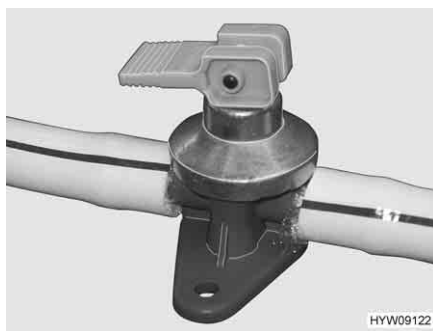
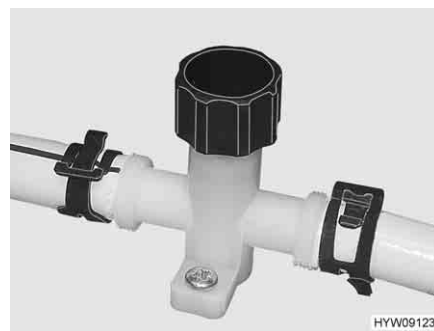

Fig. 206 Rubinetto di scarico (boiler Alde)
Fig. 207 Rubinetto di scarico (tubatura dell'acqua)
- Chiudere i rubinetti di scarico (Fig. 206 e Fig. 207). Chiudere i coperchi in senso orario oppure posizionare la leva a bilanciere in posizione orizzontale. L'ubicazione delle valvole di sicurezza/di scarico e dei rubinetti di scarico è riportata al paragrafo 10.6, alla fine di questo capitolo.
- Aprire i rubinetti di scarico (Fig. 206 e Fig. 207). A questo scopo, ruotare il coperchio in senso antiorario o posizionare verticalmente la leva a bilanciere.